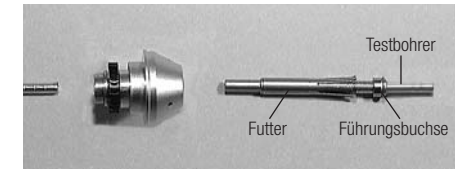

Abb. 19
- 3) Nach Abnahme der Rotorschafte-Mutter das Spannfutter vorsichtig mit dem Testbohrer oder dem Schaft des Bohrers von hinten herausdrücken. Die Führungsbuchse und das Spannfutter können herausgenommen werden (Abb. 19).